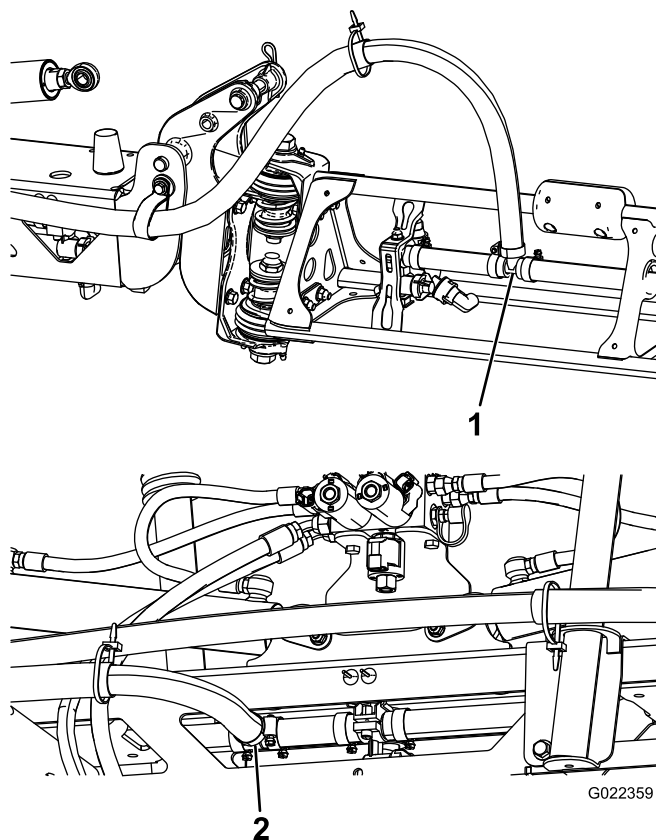

図 24
注 左右のエクステンションブームのホース継手に石鹼水を塗る(図 24)。
4. センターブームの字継手のホース接続部に石鹼液を塗る(図 24)。
5. センターブームのホースを(図 24)のように配置する。
6. 石鹼水を塗った継手にセンターブームの給水ホースを接続し、クランプで固定する(図 24)。